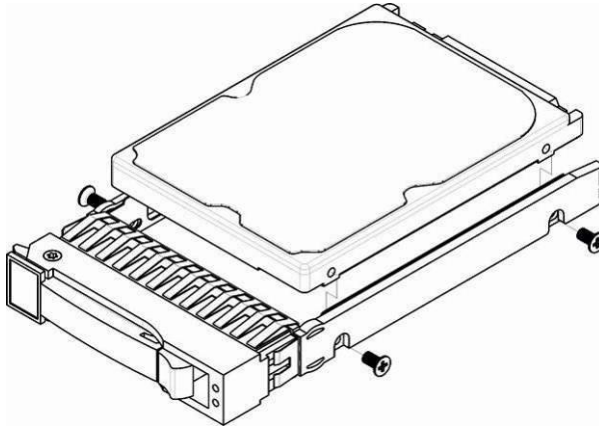

Рисунок 25 – Крепление SATA-диска в лоток направляющих салазок
3. Закрепить диск в лотке направляющих салазок, Рисунок 25.